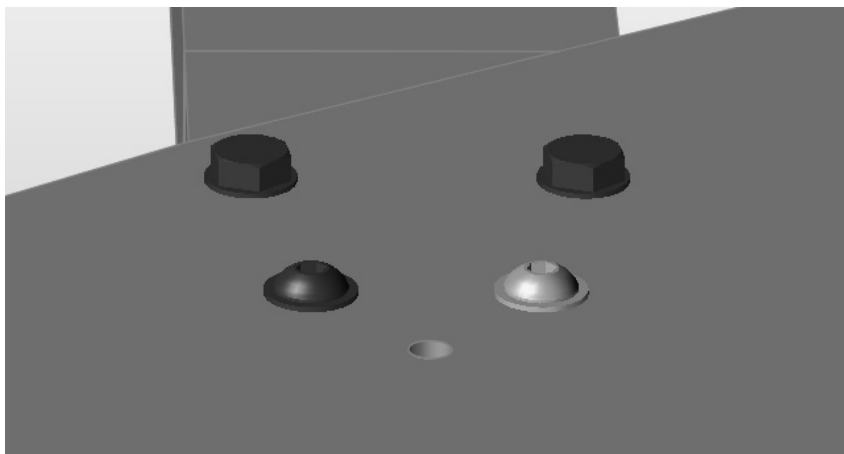

图 11-10
3) 单击下方的两个孔，如图 11-10 所示。因为这是两个盲孔，所以 Inspire 将自动创建螺栓。